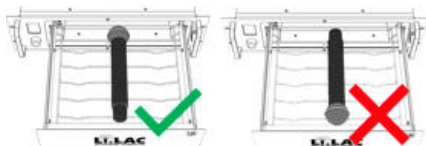

Fig. 3a
- Coloque los micrófonos dentro del cajón con la cabeza del micrófono hacia la marca (Fig. 3a y 3b).